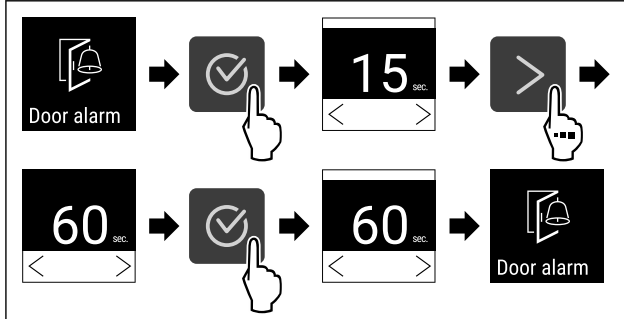

Fig. 96
- ▶ Suorita toimenpidevaiheet (katso Fig. 96) .